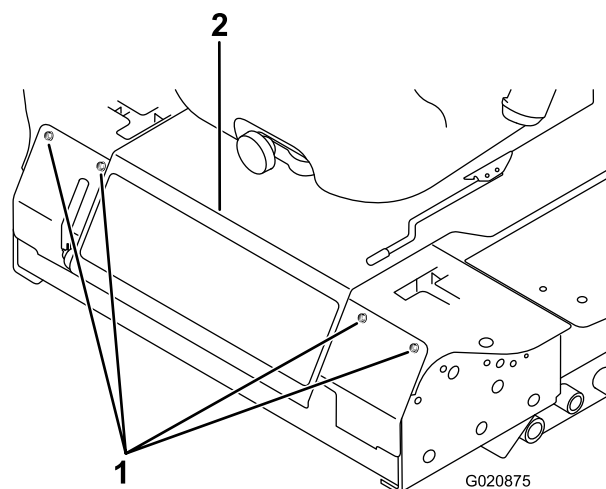

Figura 47
3. Afloje los pernos del panel delantero y retire el panel (Figura 47).